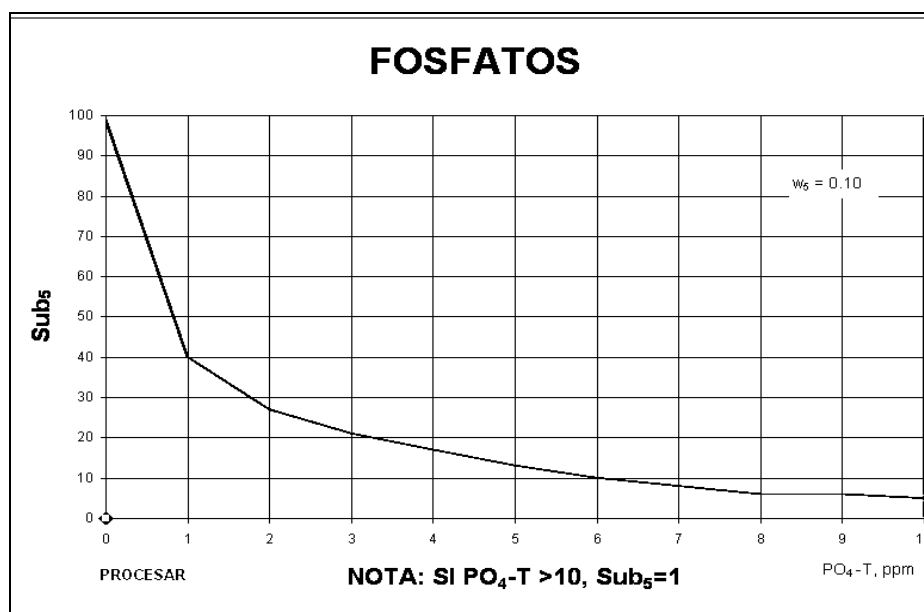

Figura 5 Valoración de la calidad de agua en función del Fósforo
Si el Fosfatos es mayor de 10 mg/L el (Sub₅) es igual a 5. Si el Fosfatos es menor de 10 mg/L buscar el valor en el eje de (X) en la **Figura 5** se procede a interpolar al valor en el eje de las (Y). El valor encontrado es el (Sub₅) y se procede a elevarlo al peso w_5 .